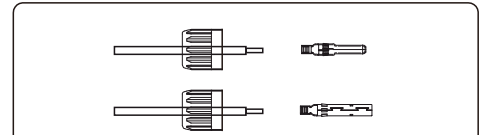

Figure 5.14 Insérez le fil dans l'écrou borgne du connecteur et dans la broche de contact
2. Insérez le fil dans l'écrou borgne du connecteur et la broche de contact (voir la figure 5.14)